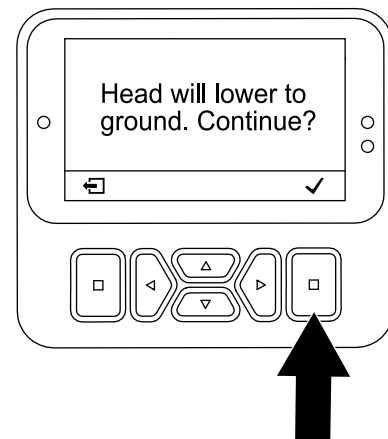

Bild 107
7. Drücken Sie auf dem Bildschirm „Aerifizierkopf wird abgesenkt“ (Bild 107) die Auswahlstaste.